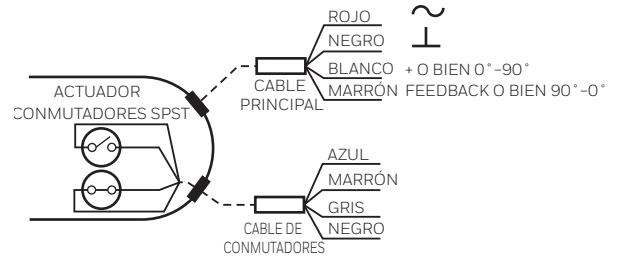

Fig. 11. Detalles de la instalación del cable.
Algunos modelos incluyen interruptores auxiliares. Para obtener detalles sobre el cableado, consulte la Fig. 11.
- Conecte la alimentación a la alimentación y el cable común. (Consulte la Fig. 11 y la Tabla 3).
- Aplique la señal de control en la posición totalmente abierta o totalmente cerrada del actuador. (Consulte la Fig. 11 y la Tabla 3).
- (0)2-10 V CC: aplique la señal 10 V CC en el cable de control (BLANCO).
- 10-(0)2 V CC: aplique la señal (0)2 V CC en el cable de control (BLANCO).
- (0)4-20 mA: aplique la señal de 20 mA en el cable de control (BLANCO).
- 20-(0)4 mA: aplique la señal de (0)4 mA en el cable de control (BLANCO).
- Aplique la señal de control en la posición de 0 % del actuador. (Consulte la Fig. 11 y la Tabla 3).
- (0)2-10 V CC: aplique la señal (0)2 V CC en el cable de control (BLANCO).